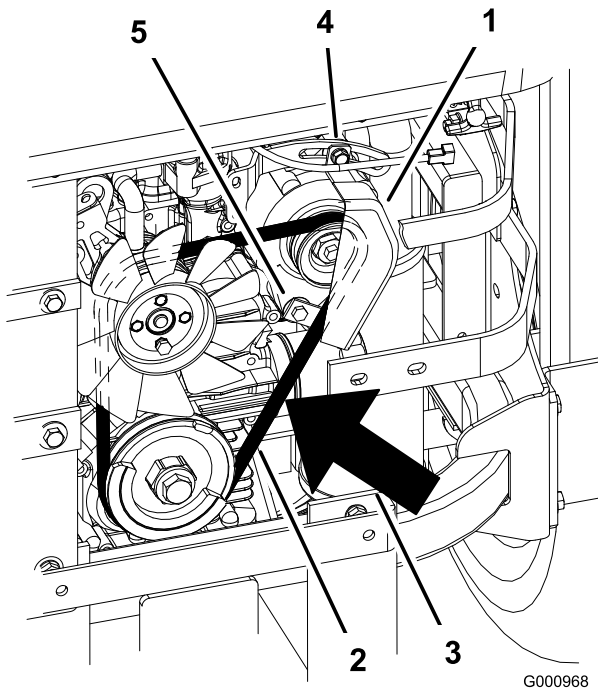

Bild 66
2. Stellen Sie die Lichtmaschine nach außen ein, sodass der Riemen zwischen den Motor- und Lichtmaschinenspannscheiben 7 bis 9 mm durchhängt, und Sie eine Kraft von 10 kgf aufbringen (Bild 66).
5. Wenn die Spannung richtig ist, ziehen Sie die untere und obere Schraube fest (Bild 66).